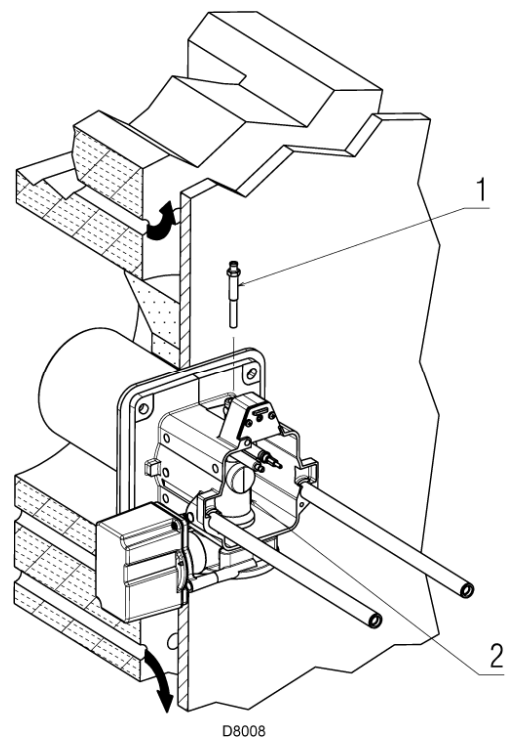

Рис. 14
Если оказалось, что электрод или датчик позиционированы неправильно, вывинтите винт (1) (рисунок 14), выньте внутреннюю часть головы (2) (рисунок 14) и установите их правильно.